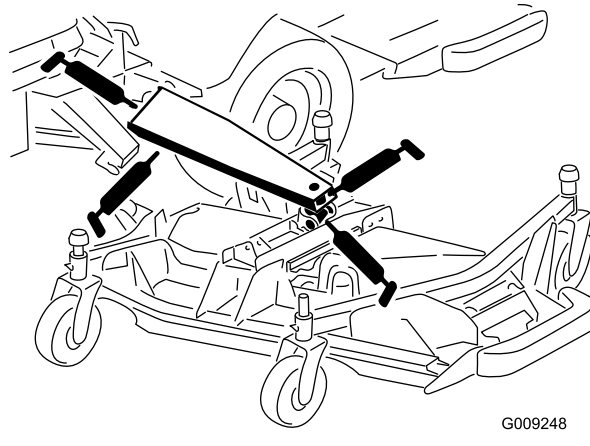

Figura 83
- 3 casquilhos do braço de elevação principal (Figura 83)
- 1 casquilho do cilindro de elevação (Figura 83)